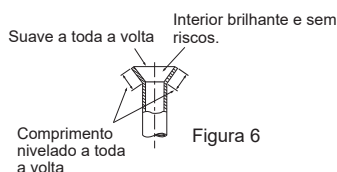

Figura 6
- Compare o trabalho de abocardamento com a Figura 6.